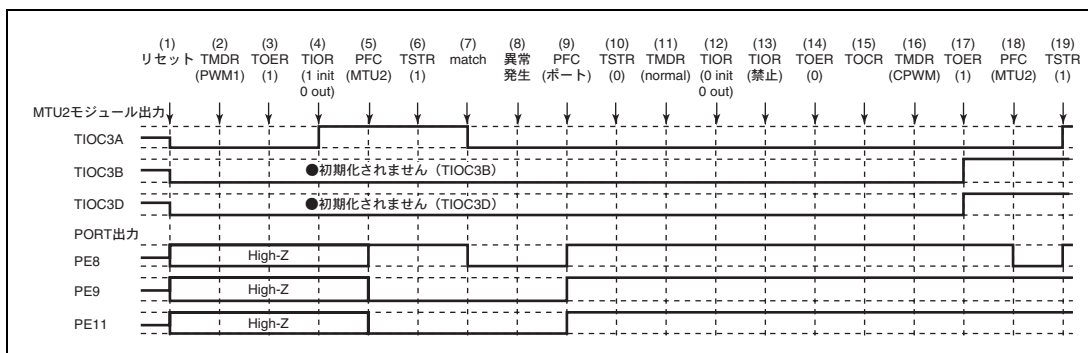

図 11.149 PWM モード 1 で異常が発生し、相補 PWM モードで復帰する場合
PWM モード 1 で異常が発生し、再設定後相補 PWM モードで再スタートする場合の説明図を図 11.149 に示します。
- (1) ~ (14) は図 11.149 と共通です。
- (15) TOCR でリセット同期 PWM の出力レベルと周期出力の許可禁止を選択してください。
- (16) リセット同期 PWM を設定します。
- (17) TOER でチャンネル 3、4 の出力を許可してください。
- (18) PFC で MTU2 出力としてください。
- (19) TSTR で再スタートします。